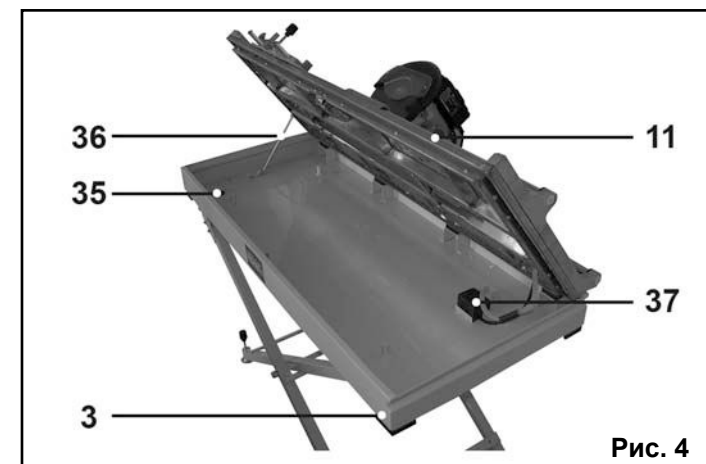

Рис. 4
- Слейте воду из поддона (3), Рис.4 п. 11.1., и промойте его чистой водой. Установите в поддон (3) пробку (35).
-Заполнив поддон (3) чистой водой включите плиткорез на 1-2 минуты на холостом ходу с целью промывания фильтра водяного насоса (37) и трубки подачи воды от насоса к отрезному диску (27).
-Слейте воду из поддона (3). Установите на место пробку (35).
- Просушите отрезной диск (27) на холостом ходу (не более 1 минуты, во избежание повреждения водяного насоса (37)).